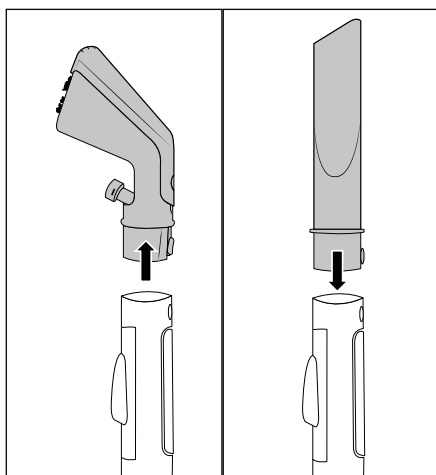

Fig. 8
- ◆ Tryk på låseknappen **25/32** og tag polstermundstykket **22** eller fugemundstykket **29** af sprøjte-/sugeslangen **19** (se fig. 8).